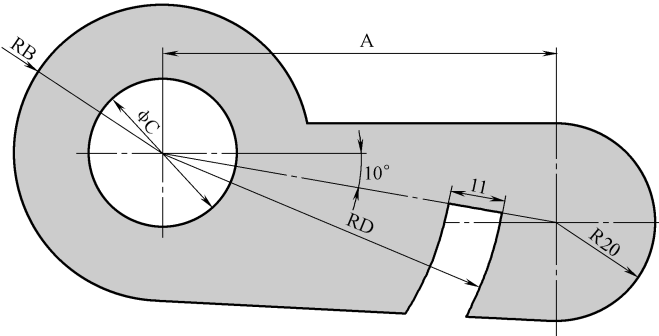

图 A-20 练习题 20
20. 参照图 A-20 绘制图形，注意其中的中点、垂直、同心等几何关系。请问图形中深色区域的面积是多少？